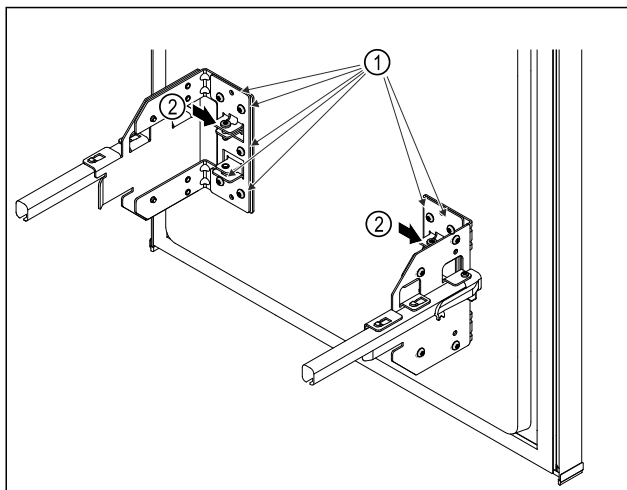

Fig. 8
- Draai de schroeven Fig. 8 (1) iets los.
- Schroeven Fig. 8 (2) draaien om de uittrekwagen omhoog of omlaag te verschuiven.
- Draai de schroeven Fig. 8 (1) tot aan de aanslag aan.